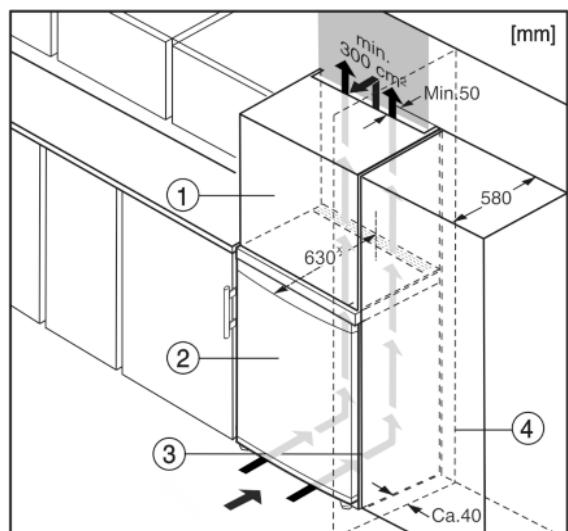

Fig. 8
- (1) Шафа для встановлення на пристрій
- (2) Пристрій
- (3) Кухонна шафа
- (4) Стінка
Пристрій можна комбінувати з кухонними шафами. Для того, щоб пристрій Fig. 8 (2) вирівняти по висоті кухонної секції, на пристрій можна встановити антресольну секцію Fig. 8 (1).
У разі комбінування з кухонними шафами (максимальна глибина 580 мм) пристрій можна встановлювати безпосередньо поряд із кухонною шафою Fig. 8 (3). Пристрій виступає збоку на 34 мм* і посередині на 50 мм* відносно передньої панелі кухонної шафи.
Якщо пристрій встановлюється поряд зі стінкою Fig. 8 (4), відстань між пристроєм та стінкою повинна бути не менше 40 мм. Це відповідає необхідній відстані для ручки після відкривання дверцят.